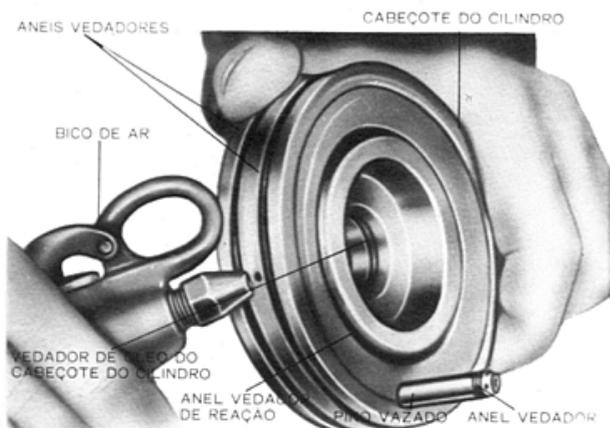

Fig. 16 — Remoção do anel de reação do cabeçote do cilindro.
- Remover o anel vedador de reação do alojamento na face do cabeçote do cilindro, com ar comprimido aplicado no orifício de óleo localizado entre as duas canaletas dos anéis (fig. 16).